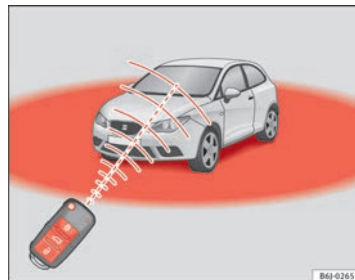

Fig. 46 Radio de acción del mando a distancia por radiofrecuencia
Además, el testigo de la pila de la llave $\Rightarrow$ fig. 46, parpadea.
- El mando a distancia por radiofrecuencia funciona únicamente dentro de su radio de acción → fig. 46.